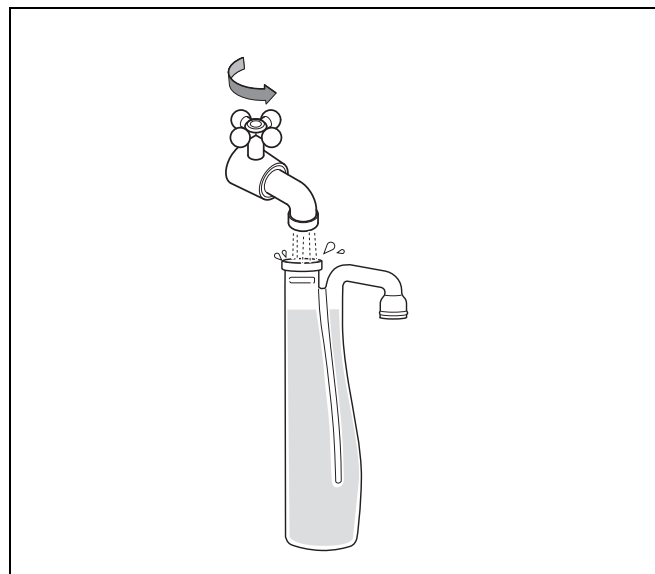

Fig. 13 Riempire d'acqua il sifone
- Riempire il sifone (fornito in dotazione alla caldaia) con acqua (fig. 13).